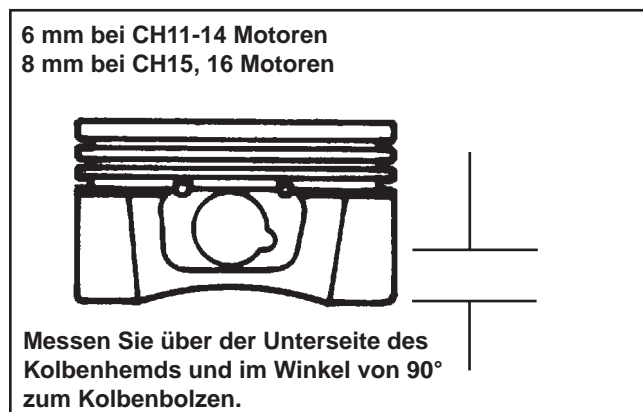

Abbildung 10-2. Kolbendurchmesser messen.
1. Messen Sie mit einem Mikrometer den Kolbendurchmesser im Winkel von 90° zum Kolbenbolzen und etwas oberhalb der Unterseite des Kolbenhemds (siehe Abbildung 10-2), je nach Modell.